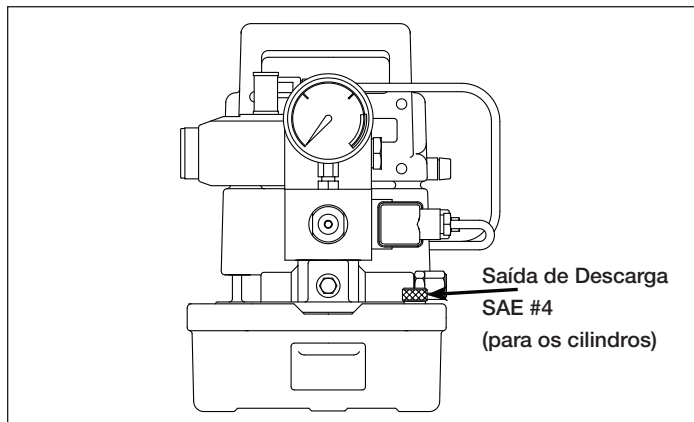

Figura 4, Bujão de Ventilação/Abastecimento
Verifique o nível de óleo, desparafusando e removendo o bujão de ventilação/abastecimento (ver Figura 4). Adicione óleo hidráulico Enerpac até que o nível de óleo esteja 1 cm [1/2 polegada] abaixo da abertura do bujão de ventilação/abastecimento.
3. Abra o bujão de ventilação/abastecimento localizado no canto direito da frente do reservatório, girando-o por 1 ou 2 voltas completas (ver Figura 4).
1. Remova o bujão de ventilação/abastecimento do canto superior lateral direito do reservatório (ver Figura 4).